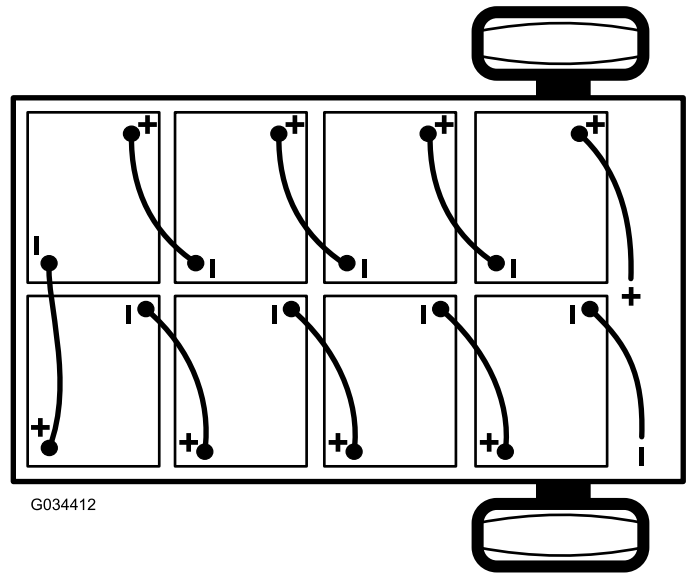

Figura 38
2. Desconecte el cable negativo principal (negro) de las baterías que conecta el banco de baterías a la conexión de tierra de la máquina (Figura 38).
3. Desconecte el cable positivo principal de la batería (rojo) que conecta el banco de baterías al contactor principal de la máquina (Figura 38).
- Nota:** Preste atención a la polaridad de las baterías al instalar las baterías nuevas (Figura 38).
6. Conecte las baterías entre sí como se muestra en Figura 38 con los cables de interconexión de las baterías que retiró en el paso 1.
2. Conecte el cable positivo principal de las baterías (rojo) entre el banco de baterías y la máquina (Figura 38).
3. Conecte el cable negativo principal de las baterías (negro) entre el banco de baterías y la máquina (Figura 38).